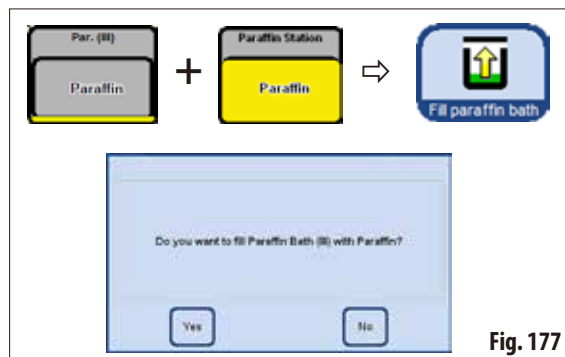

Fig. 177
- Confirme a solicitação (Fig. 177) com **YES**.